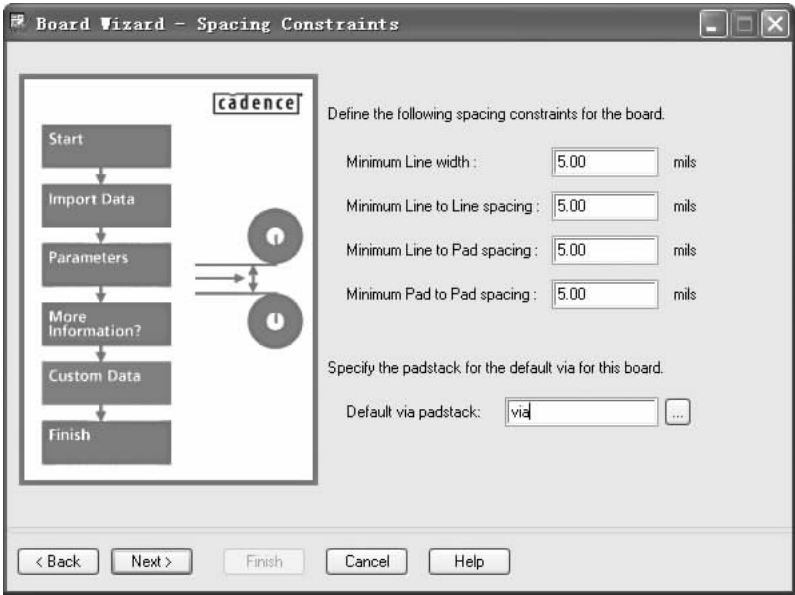

图 10-35 “Board Wizard - Spacing Constraints（板向导模板）”对话框
10. 单击 **Next >** 按钮，进入图 10-35 所示的对话框。在这个对话框中是设定在板中的一些默认限制和默认贯孔。